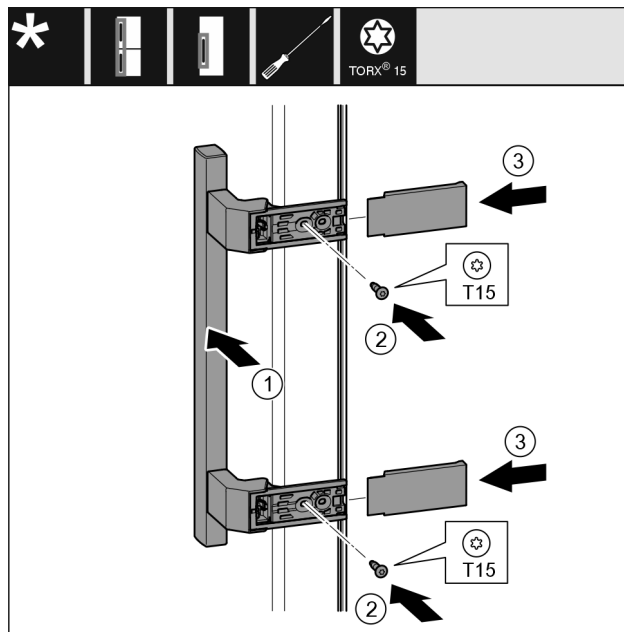

Fig. 20
- Vendosni dorezën Fig. 20 (1) në anën e kundërt.
- Mbërtheni fort vidat Fig. 20 (2) me kaçavidë.
- Vendosni kapakët mbulues Fig. 20 (3) anash dhe shtyjini.